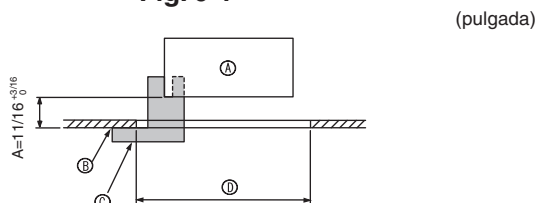
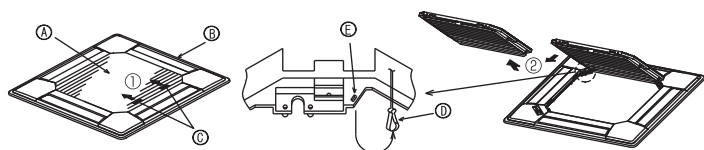
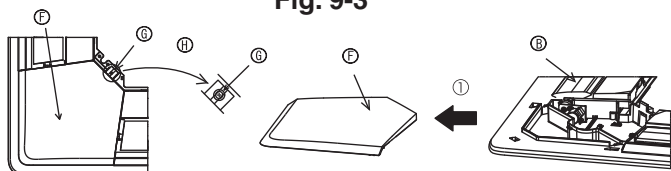

Fig. 9-2
Fig. 9-3
Fig. 9-4
9.2. Preparación para conectar la rejilla (Fig. 9-2)
- Con la plantilla ③ que se suministra con este equipo, ajuste y compruebe la posición de la unidad en el techo. Si la unidad no está colocada en el techo de forma adecuada, podrían producirse escapes de aire o generarse una condensación.
- Ⓒ Plantilla ③ (metida en la unidad)
9.2.1. Extracción de la rejilla de admisión (Fig. 9-3)
- Deslice las palancas en la dirección indicada mediante la flecha ① para abrir la rejilla de admisión.
- Con la rejilla de admisión en posición "abierta", extraiga la bisagra de la rejilla de admisión de la rejilla tal y como se indica mediante la flecha ②.
9.2.2. Extracción del panel angular (Fig. 9-4)
- Extraiga el tornillo de la esquina del panel angular. Deslice los paneles angulares indicados por la flecha ① para extraer este panel.
[Fig. 9-3] [Fig. 9-4]